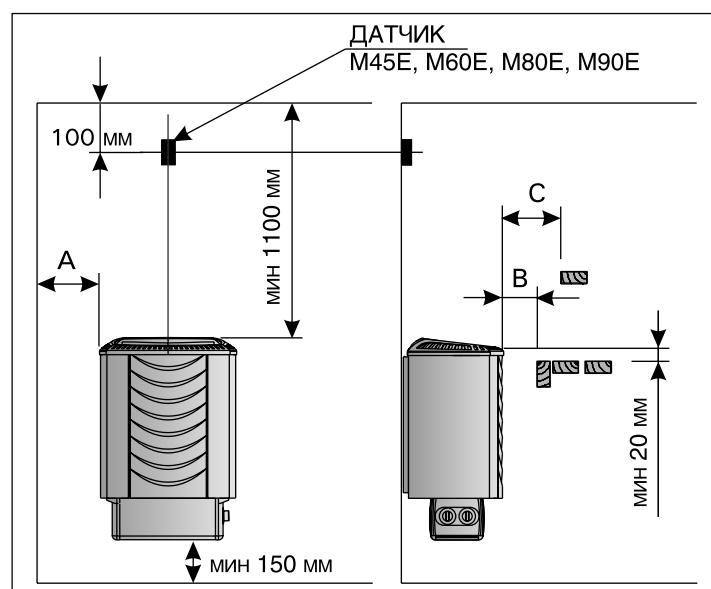
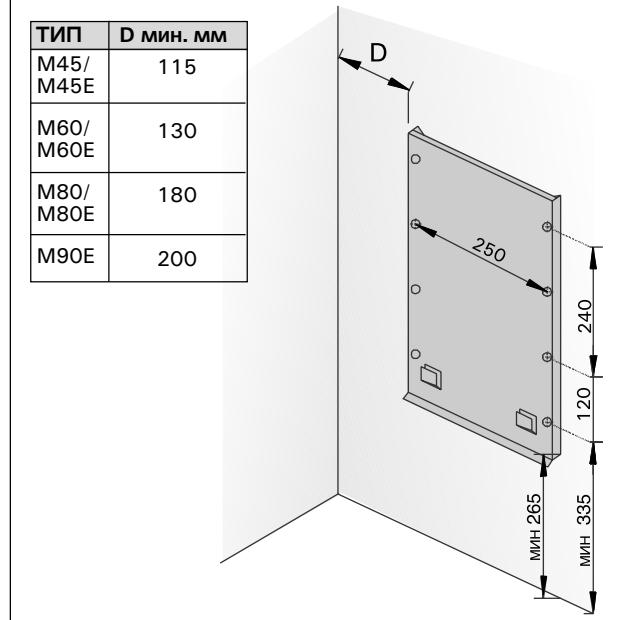

Рисунок 5. Расстояния безопасности
Рисунок 8. Установка крепёжной рамы
- При расположении каменки выполняются условия минимальных расстояний, изображенных на рис. 5 и указанных в таблице 1.
1. С помощью прилагаемых шурупов прикрепите к стене монтажную раму, соблюдая минимальные расстояния, указанные в таблице 1 и на рис. 5. Установка рамы изображена на рис. 8.
При установке защитного ограждения вокруг каменки следует соблюдать расстояния, указанные на рис. 5. и в табл. 1.
Пульт управления устанавливается в сухом месте на высоте около 170 см. К пульту приложены более детальные инструкции по его креплению к стене. Датчик температуры устанавливается на стене сауны над каменкой на средней линии ширины каменки на расстоянии 100 мм от потолка. См. рис. 5.